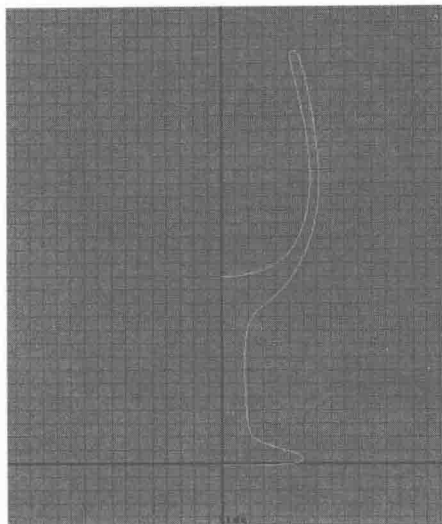

图 1-9
6) 选中上一步绘制的图案, 按 **<Enter>** 键生成曲线, 如图 1-9 所示。